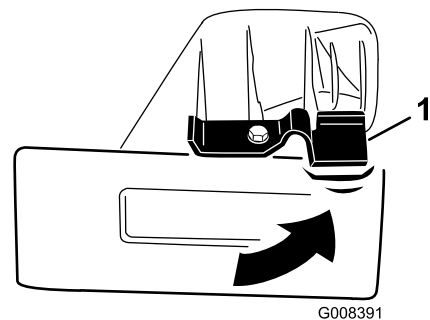

Figure 21
3. Tournez le verrou sur l'obturateur de déchetage dans le sens antihoraire en position déverrouillée (Figure 21).